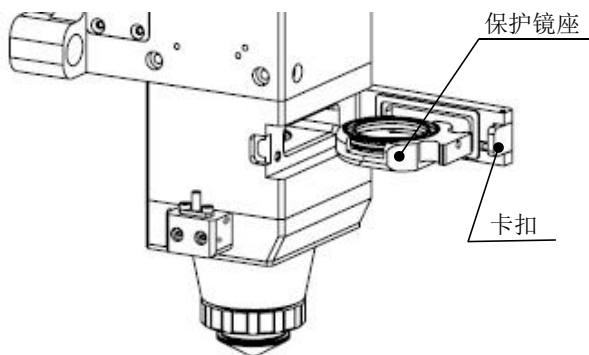

图 6.1 — 取出保护镜
激光切割的加工工艺特点，需定期维护镜片，建议保护镜一周清洁一次，准直镜和聚焦镜 2~3 月清洁一次。为了方便维护保护镜，保护镜座采用了抽屉式结构。（图 6.1）
- 如图 6.1，拨开卡扣，打开保护镜盖子，捏住抽屉式镜座两边拉出保护镜座；